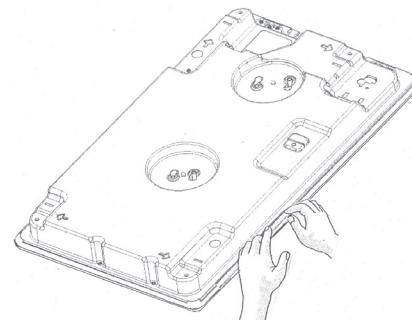

Fig. 1
- Concluída a ligação elétrica, encaixe a placa a partir de cima e fixe-a às molas de suporte, conforme representado na fig. 1.
1. Fixe as molas (A) (fig. 1) com os parafusos, tendo em atenção as distâncias especificadas.